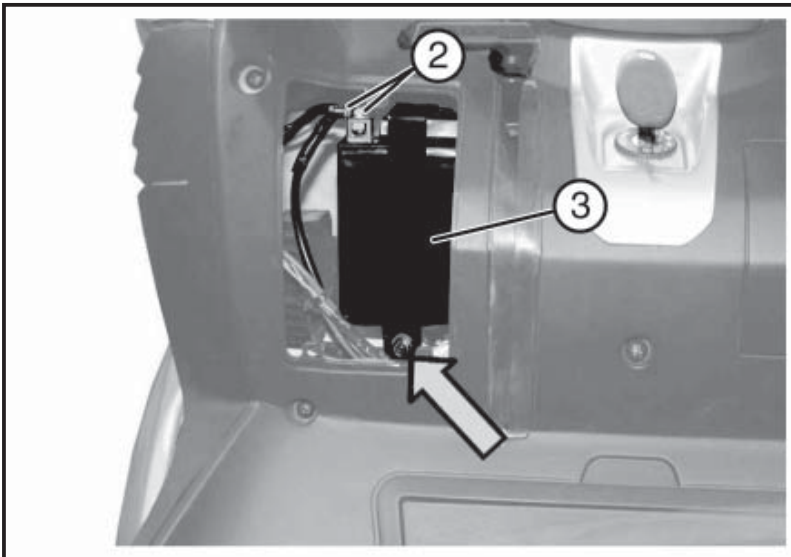

Abb. 02
- Die angegebene Schraube lösen und die Halterung entfernen «3 - **Abb. 02**».